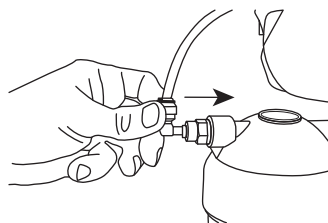

Рис. 25
5.9.3. Вставить угловой фитинг, установленный на трубке входа воды на четырехходовой клапан, в муфту выхода воды после предохранителя (рис. 25).